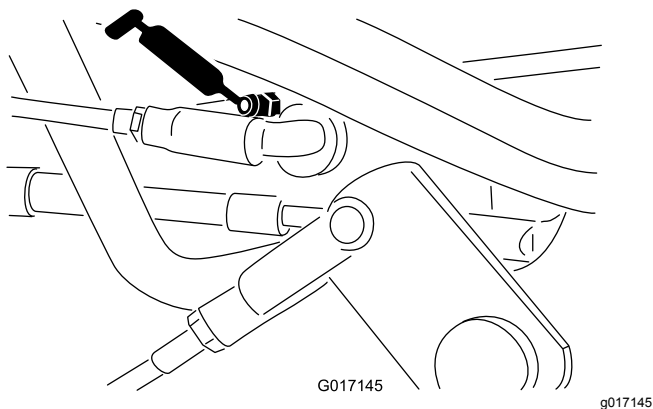

Figura 38
- Acoplamiento del selector de velocidad (Figura 37 y Figura 38)